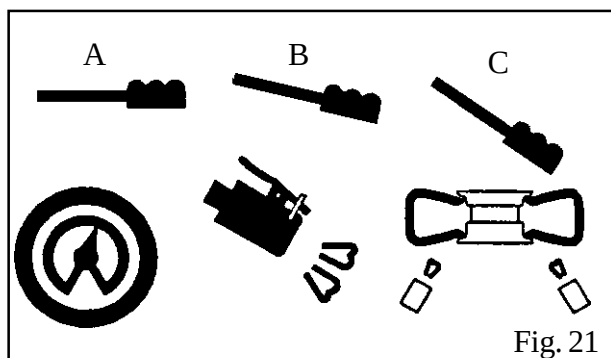

Fig. 21
- Premere il pedale di gonfiaggio in posizione intermedia (B - Fig. 21).
- Se il pneumatico non si intallona sollevarlo manualmente in modo che il tallone superiore faccia tenuta contro il cerchio, quindi premere a fondo il pedale (C - Fig. 21). Un potente getto d'aria uscirà dagli ugelli posti sulle griffe consentendo l'intallatura.
- Rilasciare il pneumatico e sollevare leggermente il piede in modo da riportare il pedale in pos. B (fig. 21). Continuare il gonfiaggio sempre a brevi getti d'aria leggendo negli intervalli la pressione indicata sul manometro.
- Press the pedal down to intermediate position (B - Fig. 21).
- If the bead of tyre is not well seated, due to a strong bead, lift tyre manually until the upper bead seals against the rim, then press pedal all the way down (C - Fig. 21). A strong jet of air will be released through the nozzles in the slides and this will help the bead seal.
- Release the tyre; set the pedal in the intermediate position (B - Fig. 21) and continue to inflate the tyre with short jets of air and constantly checking the pressure between air jets until the required pressure has been reached.
- Appuyer sur la pédale de gonflage dans la position intermédiaire (**B** - Fig. 21).
- Appuyer à fond la pédale (**C** - Fig. 21). Un jet d'air puissant sortira des buses qui se trouvent sur les support coulissants en permettant le tallonage.
- Relâcher le pneumatique et soulever doucement le pied pour remettre la pédale de gonflage dans la position intermédiaire (**B** - Fig. 21).
Das Reifenfüllpedal auf die Zwischenstellung bringen. (B - Abb.21).
Wenn der Reifenwulst nicht in die Felge rutscht, ist der Reifen von Hand abzuheben, bis sein oberer Wulst gegen die Felge stößt, um dann das Pedal durchzutreten (C - Abb.21). Dabei tritt ein heftiger Luftstrahl aus den Öffnungen in den gleitfähigen Spannklaue aus und hilft beim Aufziehen des Reifens.
Den Reifen loslassen und den Fuß auf dem Pedal leicht anheben, damit dieses in die Zwischenstellung bringen. (B - Abb.21).